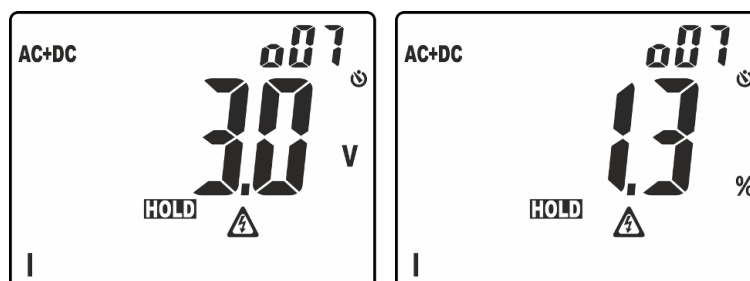

Fig. 4: Visualizzazione ordinamento ampiezze analisi armonica
- Pressione prolungata del tasto (almeno 2s) per attivare la funzione **H₂O** (Higher Harmonic Ordering) di ordinamento dell'ampiezza delle armoniche. In tali condizioni, la funzione "HOLD" è automaticamente attivata, il simbolo "o" è presente davanti all'ordine dell'armonica visualizzata ad indicare l'abilitazione della funzione di Ordinamento. La barra grafica è disabilitata e lo strumento mostra il valore delle ampiezze di tutte le armoniche comprese tra il valore DC e la 25° esclusa la fondamentale, in **ordine decrescente** a partire dall'armonica di ampiezza maggiore come mostrato in Fig. 4
Nell'esempio di Fig. 4 l'armonica di ampiezza maggiore corrisponde all'ordine 7. Premere il tasto \blacktriangle per osservare le ampiezze delle restanti armoniche e premere nuovamente il tasto **H/H%/H** per passare dalla visualizzazione in valori assoluti o percentuali. Ruotare il selettore per uscire dalla funzione